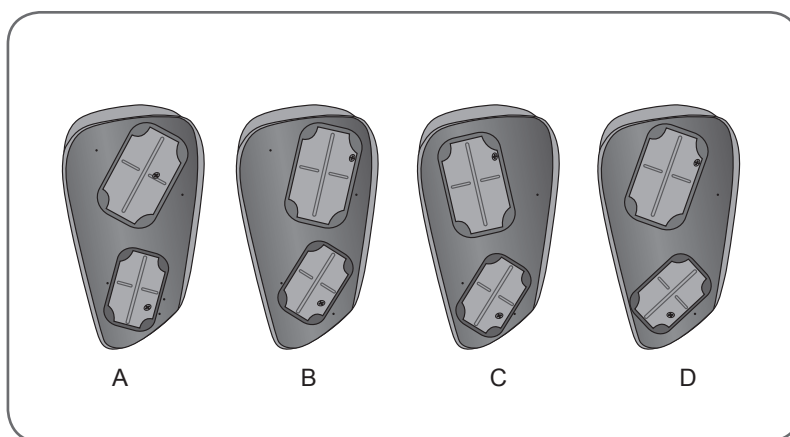

Ilustración 6-15: Paneles de ajuste para el extensor.
1. Seleccione un panel de ajuste para el extensor que facilite el movimiento deseado de la mano. Consulte la Ilustración 6-15.